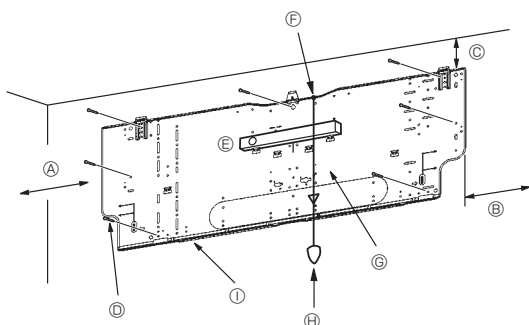
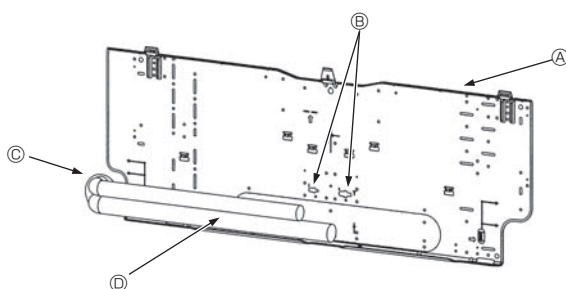

Fig. 3-4
Fig. 3-5
■ PKA-RP60, 71, 100KAL (Fig. 3-4)
- D Tornillos de fijación (4 x 25) ②
- I Placa de montaje ①
3.3. Cuando coloque los tubos en la pared (Fig. 3-5)
- A Placa de montaje ①